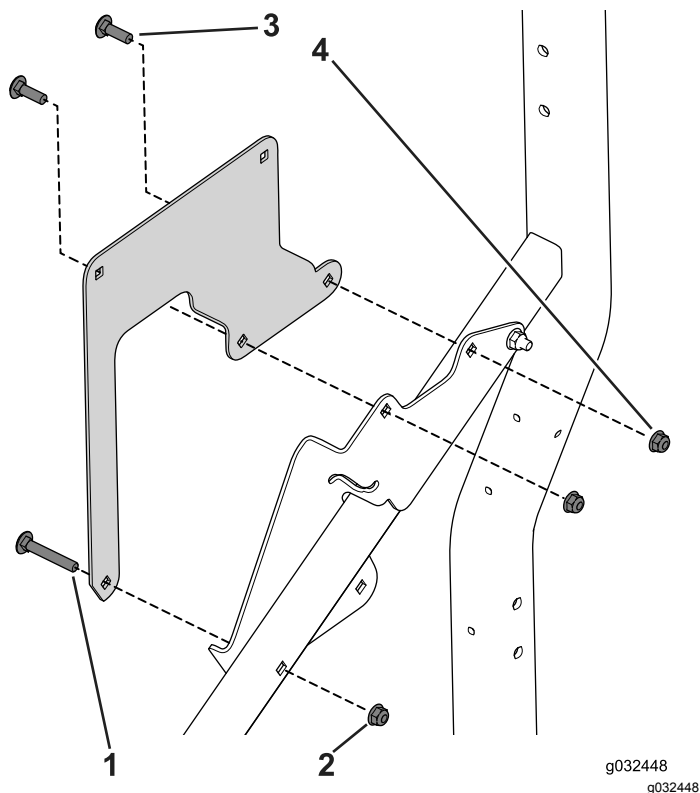

図 33
1. キャリッジボルト5/16" x 2"、5/16" x 1"3本とフランジナット3個を使って、ブラケットをフレームに固定する 図 33。